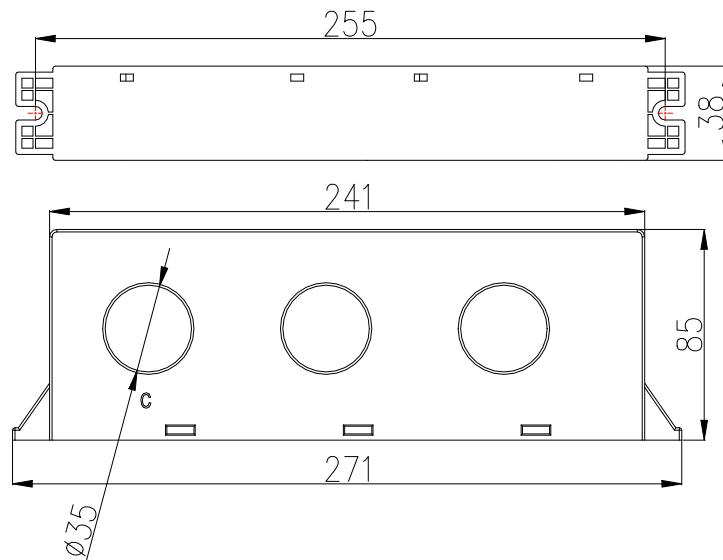

图 7 分体式互感器(250A、800A 电流规格用)外形尺寸
5.4.2 分体式互感器(250A、800A 电流规格)外形尺寸如图 7 所示（单位：m）：